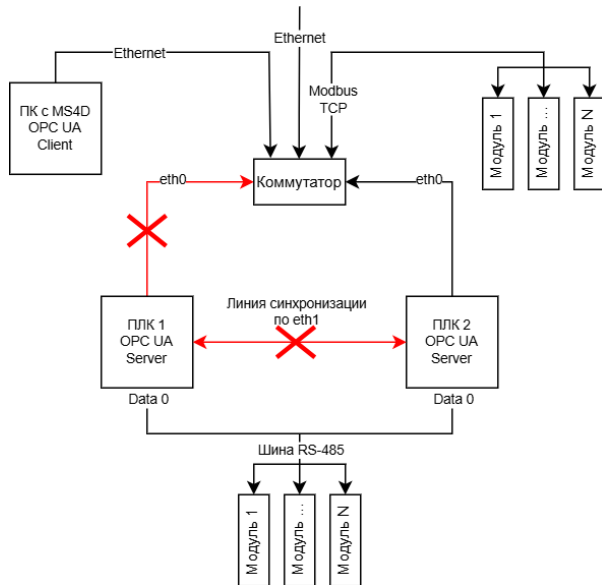

Рис. 3.28 – Разрыв соединения ПЛК 1 с локальной сетью и с ПЛК 2
- Потеря соединения с ПЛК 1 по обеим линиям синхронизации – с локальной сетью и с ПЛК 2 (см. Рис. 3.28);